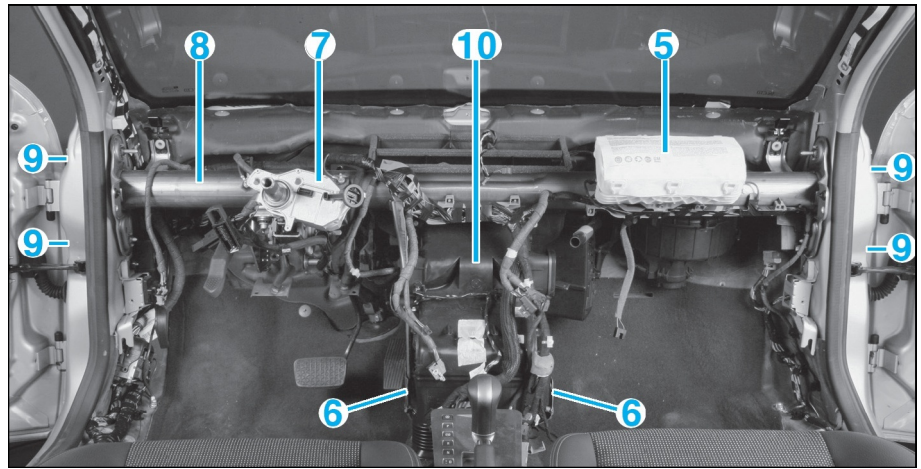

FIG. 14
- l'airbag passager (5) (voir opération concernée au chapitre "Airbags et Prétensionneur") (fig. 14).
- Déposer les vis (6) du support de la console centrale (fig. 14).
- la colonne de direction (7) de la traverse (8) de planche de bord (Voir opération concernée au chapitre "Direction").
- Dévisser de chaque côté, les vis de fixation (9) de la traverse de planche de bord.
- la traverse (8) de planche de bord.
- le bloc de chauffage (10).